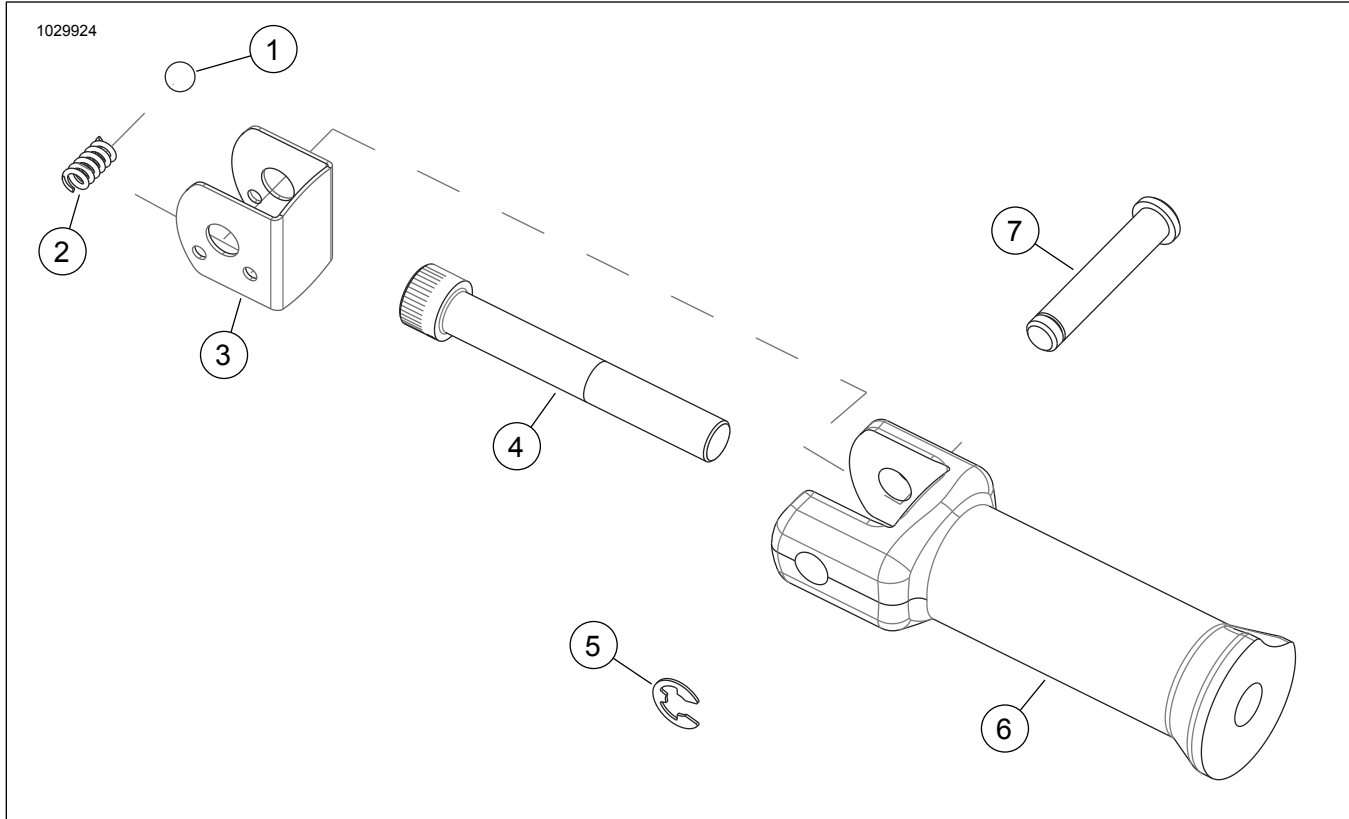

Figure 2. Mga Pamalit na Bahagi, Kit ng Pangmount ng Footpeg ng Pasahero
Tingnan ang Figure 2 at Sumangguni sa Talahanayan 1.
Tingnan ang Figure 2 . Iposisyon ang suporta ng footpeg (6) sa sasakyan. Ikabit ang socket head cap na turnilyo (4) papasok ng suporta ng footpeg at sa naka-thread na butas sa frame. Higpitan sa: